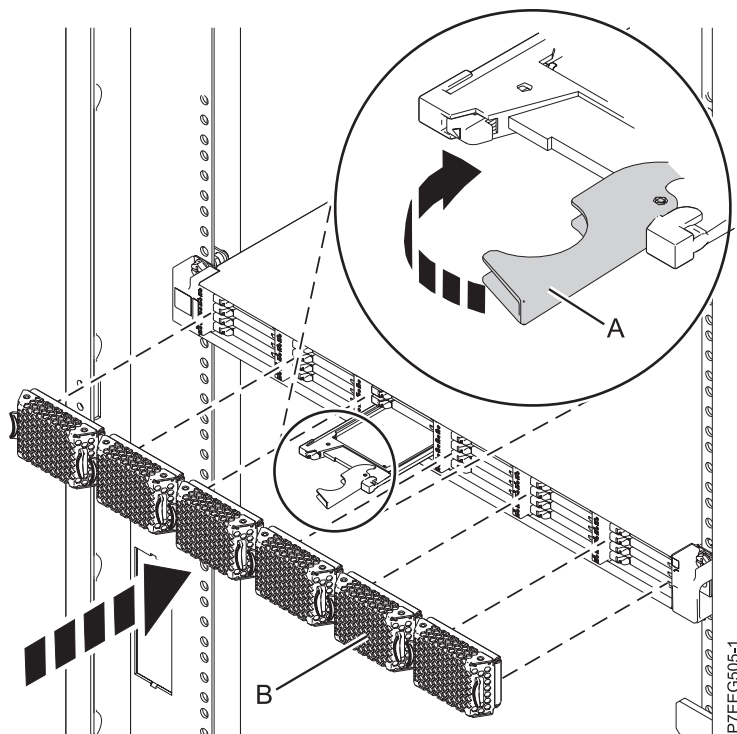

Figura 4. Instal·lació d'una unitat d'estat sòlid a Allotjament d'emmagatzematge EDR1 PCIe
1. Amb la nansa en posició desbloquejada, alineu la unitat d'estat sòlid amb les guies de l'allotjament. Consulteu Figura 4 a la pàgina 10.
5. Gireu la nansa (A) fins a la posició de bloqueig.
6. Instal·leu la tapa bisellada (B).